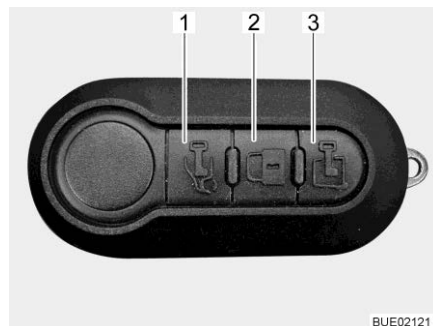

Bild 53 Multifunktionell fjärrstyrning (3 knappar)
- Lås upp förardörren: ■ Tryck en gång kort på knapp  (Bild 53,1). Förardörren är upplåst.
- Lås upp ingångsdörr: ■ Tryck en gång kort på knapp  (Bild 53,3). Ingångsdörren är upplåst.
- Lås alla dörrarna: ■ Tryck en gång kort på knapp  (Bild 53,2). Alla dörrarna är låsta.